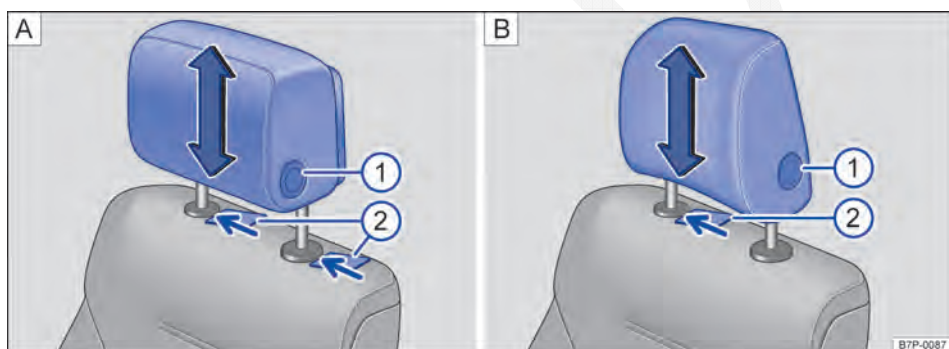

Fig. 69 Retirar o apoio para cabeça dianteiro: **A** apoio para cabeça com regulagem longitudinal e **B** apoio para cabeça sem regulagem longitudinal.
- Para destravar o apoio para cabeça, utilizar um objeto plano, por exemplo, um cartão de plástico ⇒ Fig. 69 **A** ②.
- Empurrar o apoio para cabeça para baixo com o botão ⇒ Fig. 69 [A] ① pressionado.
- Para destravar o apoio para cabeça, utilizar um objeto plano, por exemplo, um cartão de plástico ⇒ Fig. 69 [B] ②.
- Em seguida, retirar para cima o apoio para cabeça do suporte mantendo o botão ⇒ Fig. 69 [B] ① pressionado.
- Empurrar o apoio para cabeça para baixo com o botão ⇒ Fig. 69 [B] ① pressionado.